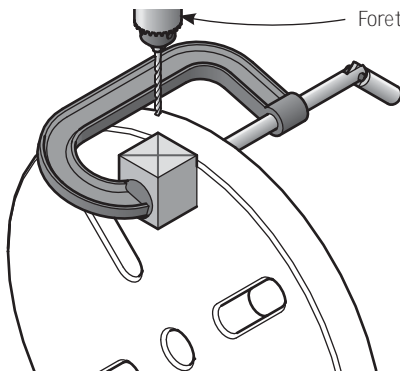
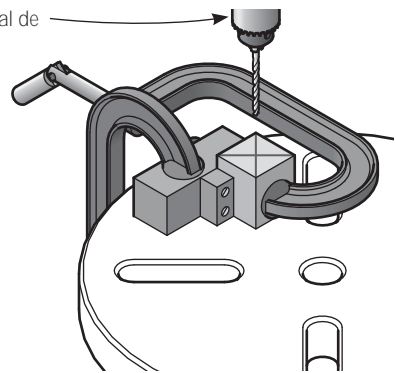

Figure 2a : Préparation de l'ébauche montée verticalement
Figure 2b : Préparation de l'ébauche à l'aide d'un gabarit
2. Percer, dans le sens de la longueur, un avant-trou de 3/16 po de diamètre et de 5/8 po de profondeur dans l'extrémité de l'ébauche. La perceuse à colonne est le meilleur outil pour effectuer ce travail. Faire pivoter la table en position verticale de manière à ce que l'ébauche soit fermement maintenue en place avec une serre en « C », comme le montre la **figure 2a**, ou fabriquer un gabarit, comme illustré à la **figure 2b**. Régler la butée de la perceuse à colonne à 5/8 po de profondeur. Sinon, poser un bout de ruban-cache sur le foret pour marquer la profondeur à atteindre.